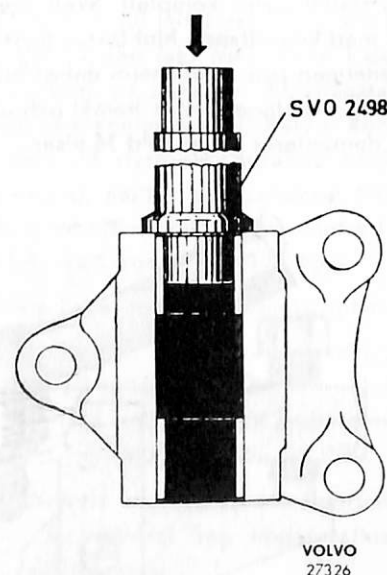

Bild 39. Montering av bussningar i mellanarm, sen. utf.
1. Pressa i de nya bussningarna 0,3—0,5 mm innanför ytterplanet med hjälp av dorn SVO 2498 (bild 39). Brotscha bussningarna med brotsch SVO 4153. Rengör konsolen och kontrollera axelns passning i bussningarna. Axeln skall gå lätt dock utan märkbart glapp.